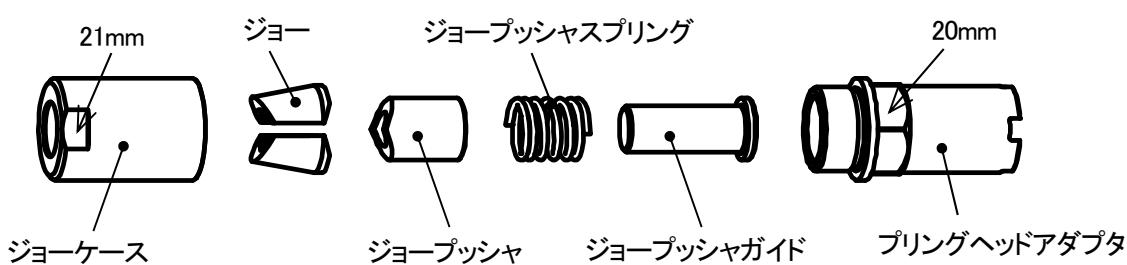

図 7-3
- ④21mm スパナと 20mm スパナを使用して(又はバイス等にプリングヘッドアダプタを固定して)、ジョーケースを左に回してそれを取り外してください。このとき外れてくる部品を図 7-3 に示します。